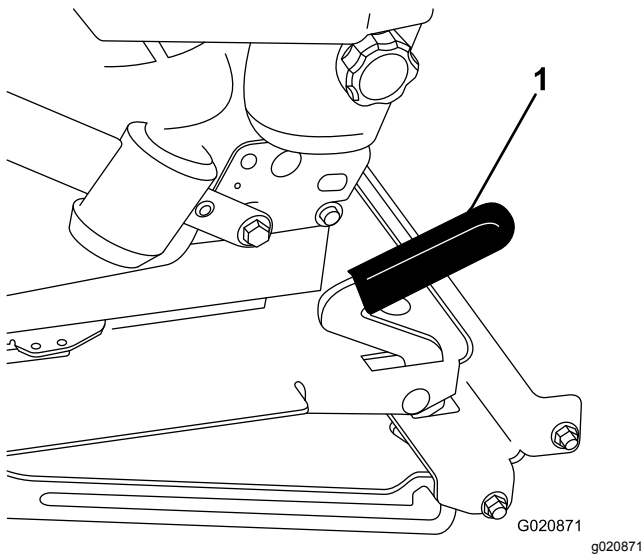

Bild 56
2. Ziehen Sie den Sitzriegel nach vorne und oben, um den Sitz zu entriegeln (Bild 56).